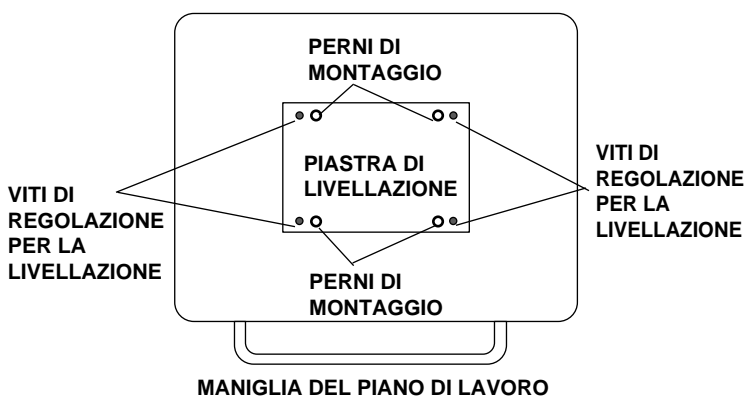

Figura 12. Livellazione del piano di lavoro
3. Individuare i quattro perni di montaggio presenti sulla piastra di livellazione nella parte inferiore del piano di lavoro (vedere la Figura 12). Utilizzando una chiave esagonale da 3/16 di pollice, allentare, ma non rimuovere, questi perni.